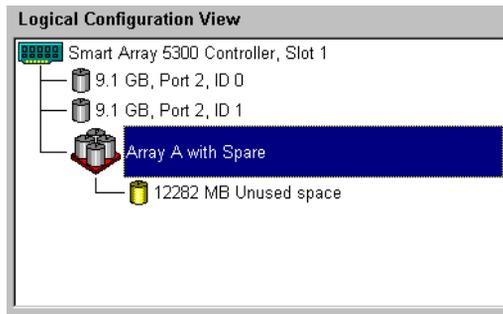

Figure 7-16 : Vue de configuration logique du module en exemple
La fenêtre **Logical Configuration View** (Vue de configuration logique) se présente désormais selon la figure 7-16.
1. Sélectionnez **Array A** (Module RAID A) ou **Unused space** (Espace inutilisé) sous Array A dans la fenêtre **Logical Configuration View** (Vue de la configuration logique) (figure 7-16).